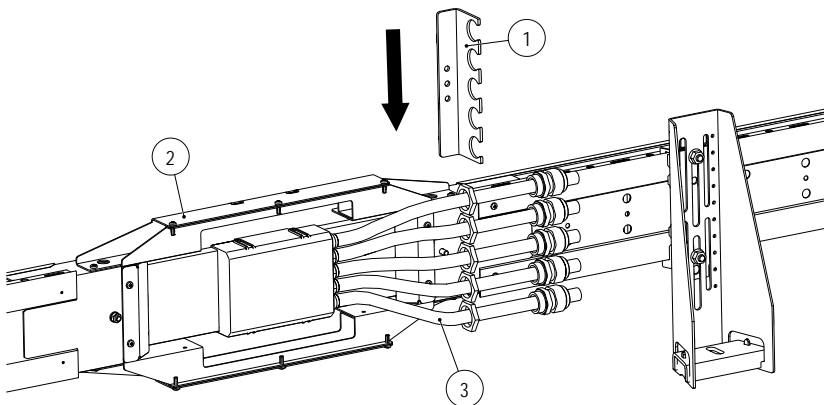

Abb. 74: Zugentlastungsblech (1) hinter die Anschlussleitungen schieben
4. Das Zugentlastungsblech (1) an den Befestigungsrahmen (2) und hinter die Anschlussleitungen schieben (3), sodass die einzelnen Anschlussleitungen in den Ausbuchtungen des Zugentlastungsblech (1) sitzen (siehe Abb. 74).